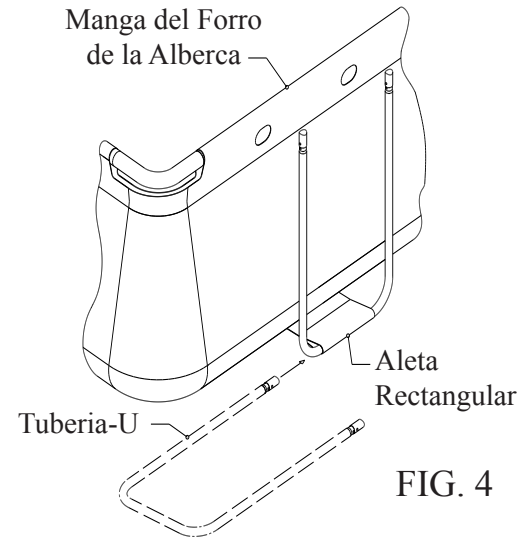

FIG. 4
4. Ahora inserte las secciones de la tubería-U a través del extremo de cada aleta rectangular en la base de la alberca Fig. 4. **Nota: La escalera debe ensamblarse antes de levantar la pared para dar a los ayudantes libre acceso dentro y fuera, las instrucciones de ensamble para la escalera están con la escalera.** Enseguida, una o dos personas más deberán sostener la barra horizontal levantando la pared de la alberca desde dentro de la alberca,